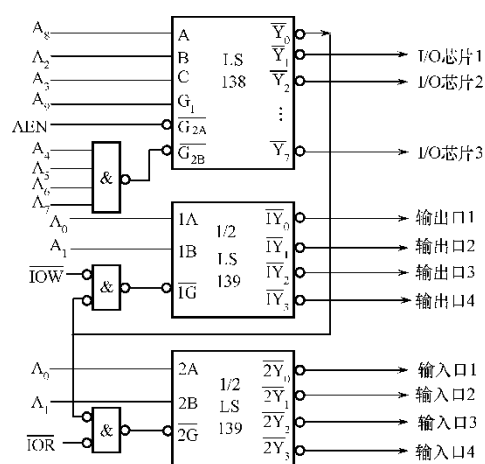

图 1 I/O 端口译码电路
2. (6分) 已知PC 机系统中某接口板的I/O 端口译码电路如图1所示，试分析写出①I/O芯片1~I/O芯片3、②输出口1~输出口4、③输入口1~输入口4的端口地址或地址范围。